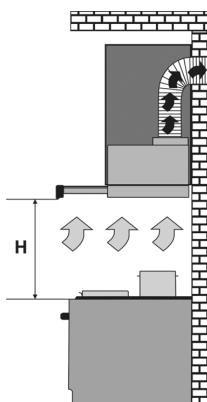
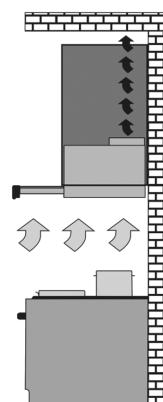

Рис. 1
Рис. 2
4.5 При монтаже вытяжки на необходимой установочной высоте Н над плитой (рис.1) для отвода воздуха в дымоход используйте воздуховод Ø150 - Ø120мм. Меньший диаметр создаст дополнительное сопротивление воздуху, что приведет к увеличению шума и вибрации, а также к перегреву двигателя.
5.3 В зависимости от схемы установки вытяжка работает в двух вариантах (рис.1 / рис.2) (также см. Пункт 1.5):
- в режиме отвода воздуха в дымоход кухни (рис.1);
- в режиме рециркуляции (рис.2) (замкнутый круговой оборот воздуха в кухне).
Напоминаем, что высота установки вытяжки над электрическими плитами должна быть не менее 650 мм, а над газовой - не менее 750 мм (рис. 1).